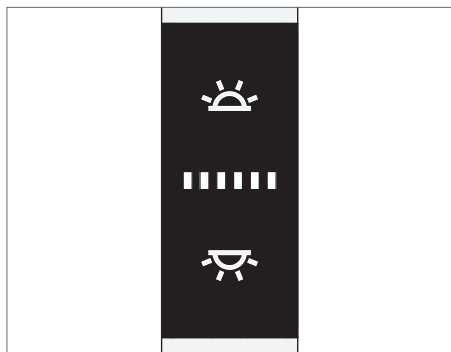

Fig. 3: Elemento di comando.
- Premere il pulsante superiore, vedi Fig. 3
- Premere il pulsante inferiore, vedi Fig. 3
- Premere il pulsante superiore e mantenerlo premuto, vedi Fig. 3.
- Premere il pulsante inferiore e mantenerlo premuto, vedi Fig. 3.